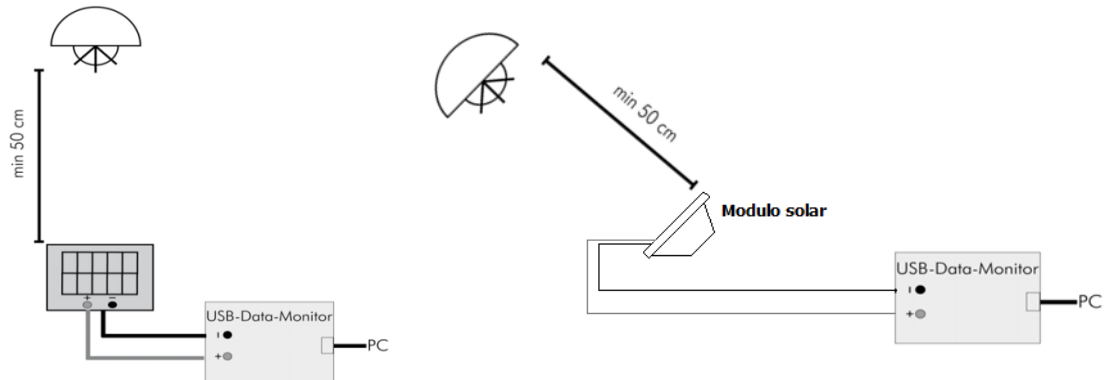

Figura 1: Esquema
- Arme la configuración de ensayo según lo mostrado en la figura 1.